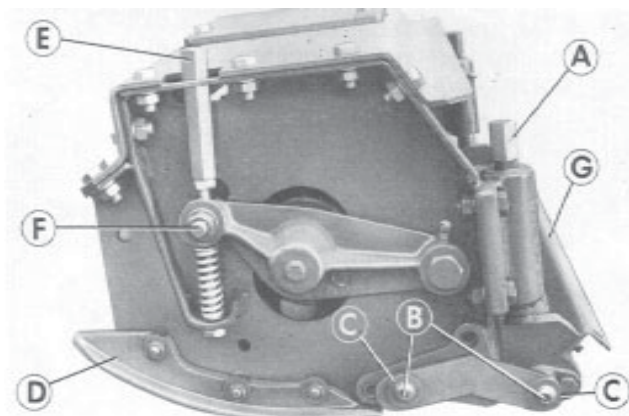

Fig. 4
- Schneidzylinder-Stellschrauben (E Abb. 4)
- Schneidzylinder-Klemmschwenkpunkt (F Abb. 4).
- (a) Le viti di regolazione del tamburo di taglio (E Fig 4).
- (b) Il perno del morsetto di regolazione del tamburo (F Fig. 4)